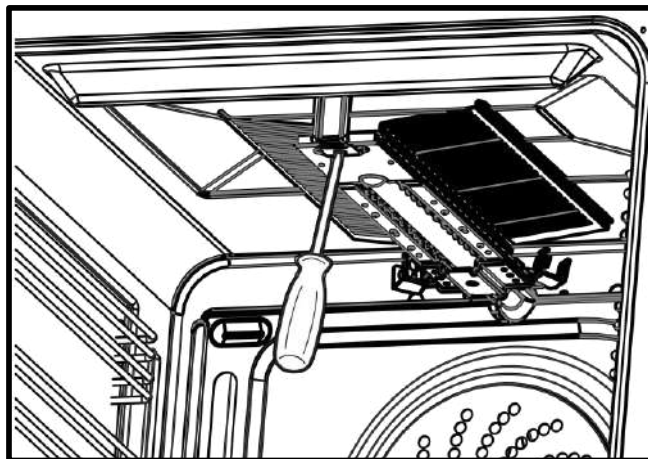

Рис. 21
- Відкрутіть гвинти та зніміть гвинт пальника гриля (Рис. 21).